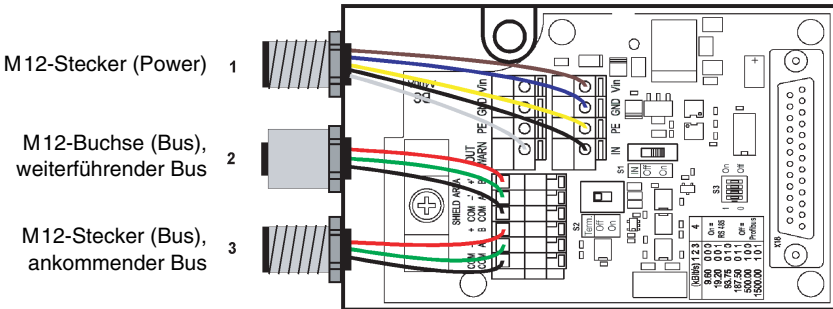

Bild 5.2: Montage und Anschluss der optionalen M12-Steckverbinder
5. Litzen gemäß Bild 5.2 und Tabelle 5.1 anschließen.